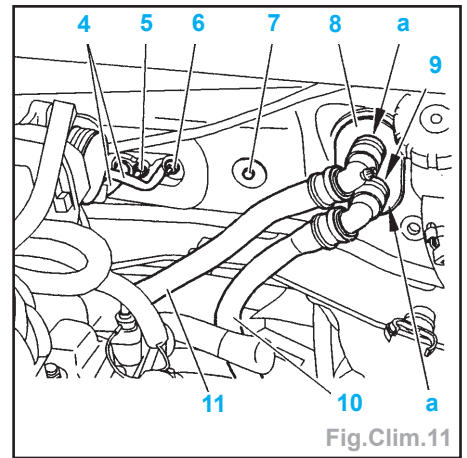

Fig.Clim.11
- Déconnecter le connecteur (3).
- Déposer l'écrou (5) (à l'aide d'une douille TORX 4 et d'une contre clé) (Fig.Clim.11).
- Déposer l'écrou (6) (à l'aide d'une douille TORX 4 et d'une contre clé).
- Désaccoupler les tuyaux (4).
- Obturer les tuyaux (4) (obturateurs réf. 1701 H).